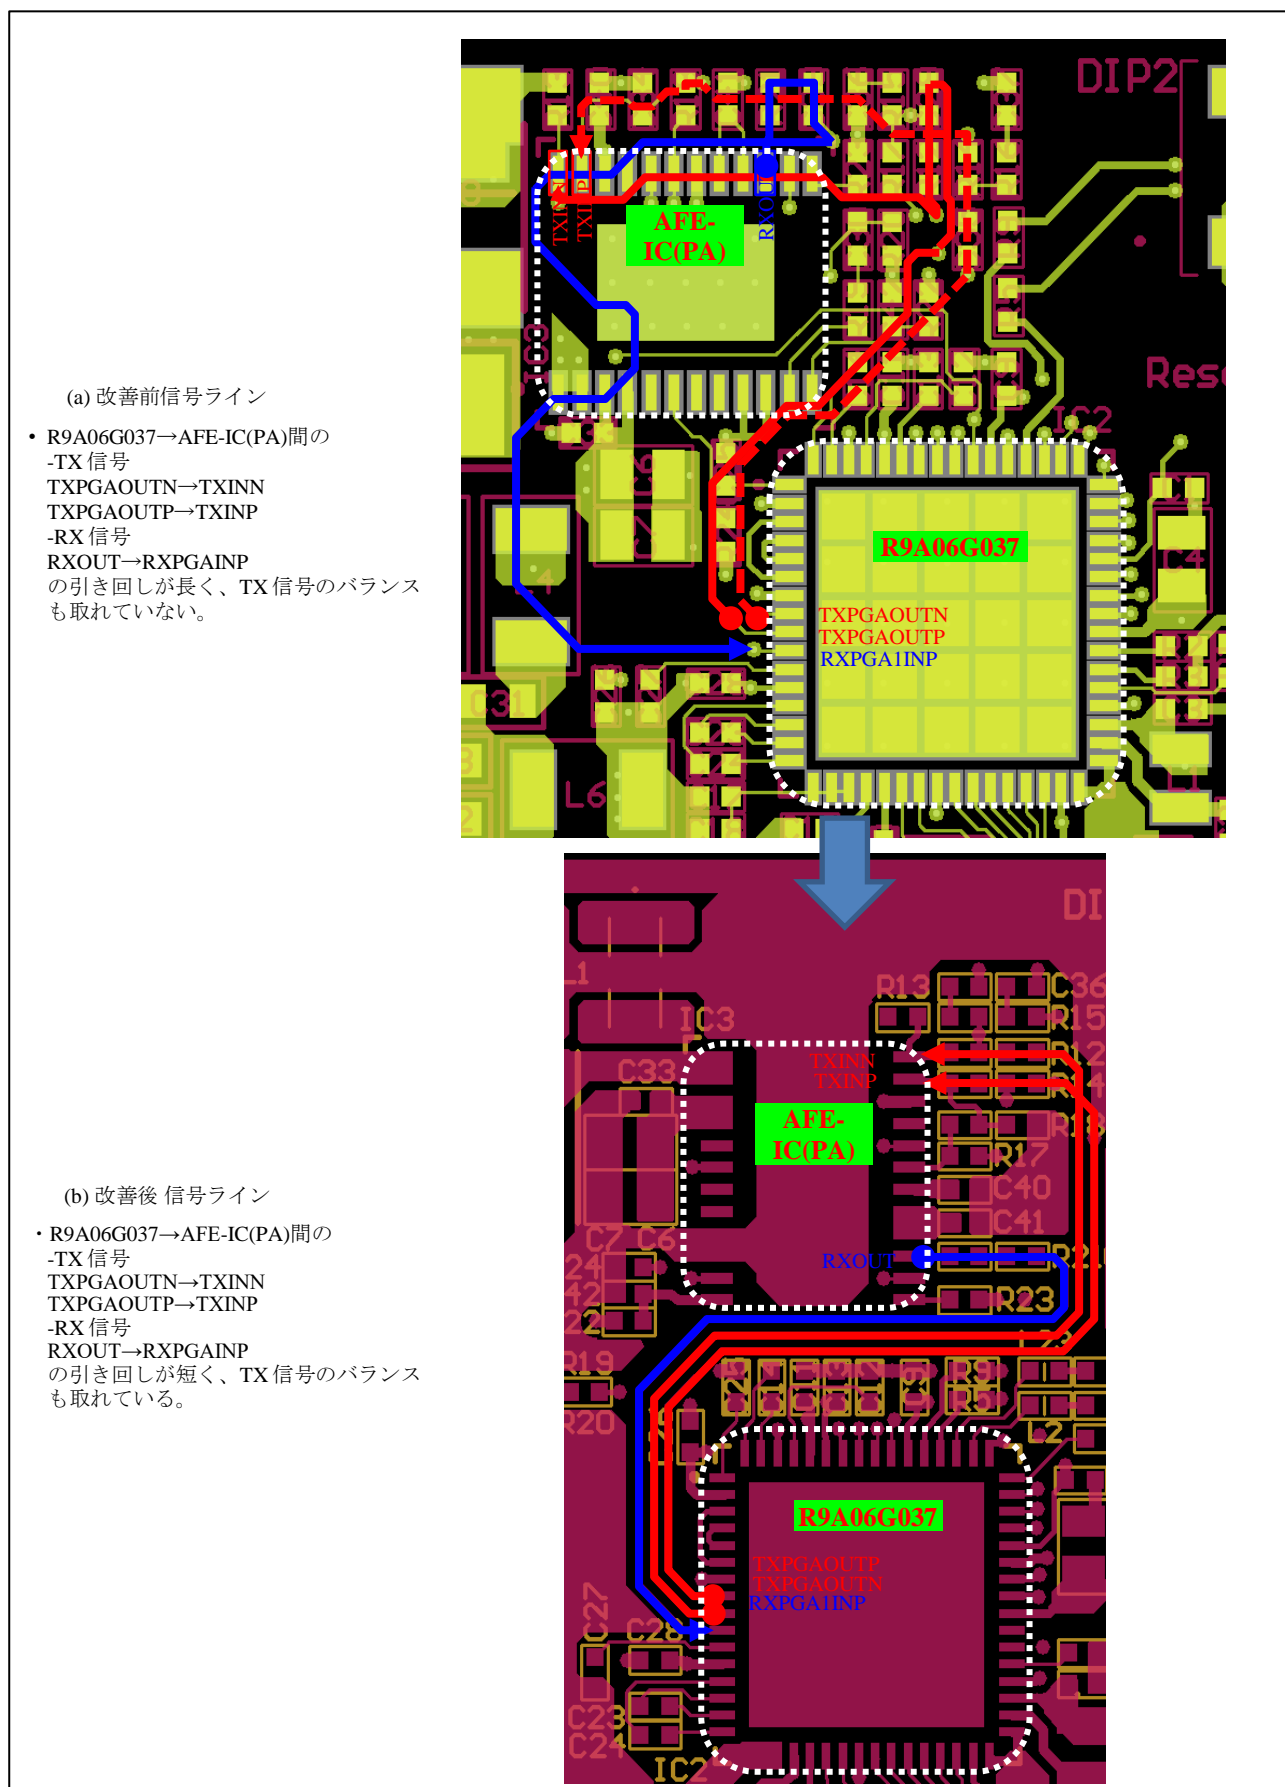

Figure 2-8 R9A06G037→AFE-IC 間の TX・RX 信号ラインの引き回し例
- R9A06G037→AFE-IC 間の TX・RX 信号ラインは可能な限り最短かつバランスを考慮した配線にしてください。(接続例を Figure 2-8 に示します)
TX・RX 信号ラインの接続例を Figure 2-8 に示します。(a)の図は、TX・RX 信号パスが長い引き回しとなっており、TX・RX 信号間の交差があり、差動の TX 信号パスの長さがアンバランスになっています。(b)の図は、TX・RX 信号パスが必要最小限の長さになっており、TX・RX 信号間の交差が存在せず、差動の TX 信号パスがバランスの取れた長さとなっています。